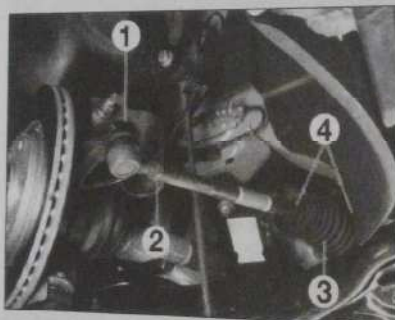

Fig. 12
- l'écrou (1) de rotule de direction (Fig. 12).
- Desserrer le contre-écrou (2).
- Repérer la position du soufflet de crémaillère (3) par rapport au boîtier de direction.
- les colliers (4),
- le soufflet de crémaillère (3).
- Déposer les écrous de rotule de direction (1) (Fig. 12).
- Désaccoupler la rotule de direction à l'aide de l'outil (1).